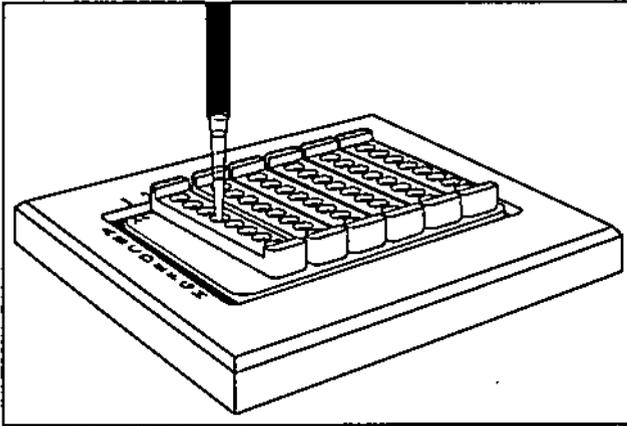

Figura 7: Pipetee el lisado en los pocillos de las bandas de columnas
- ➔ Pipetee 900  $\mu$ l de los lisados en los pocillos de las bandas de columnas con cuidado de no humedecer los bordes de los pocillos (figura 7).